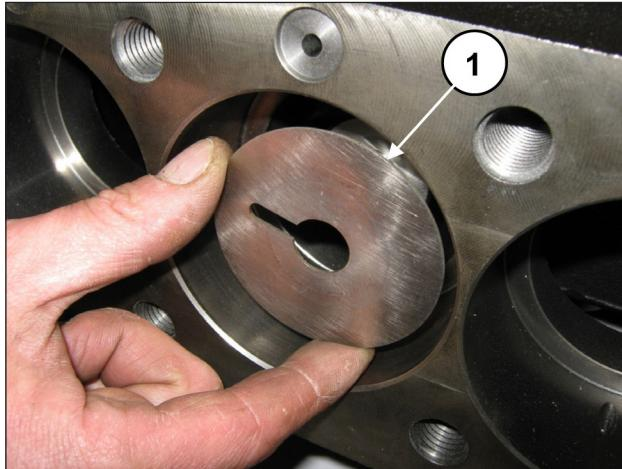

Abb. 171
Entfernen Sie die Spritzschutzzringe von den Kolbenführungen (Pos. ①, Abb. 171).